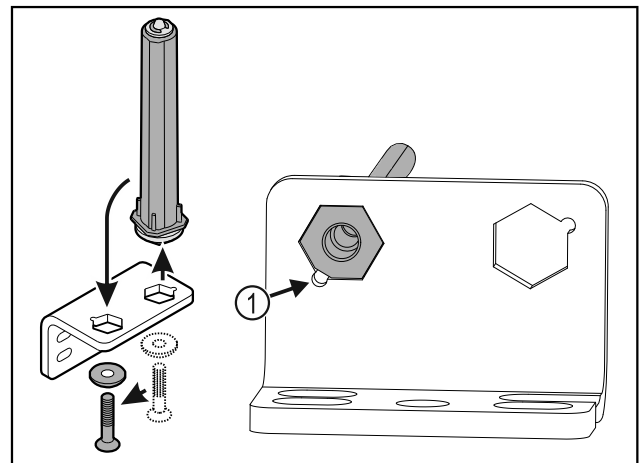

Fig. 31
- ▶ Let erop dat bij het plaatsen de boutafschuining Fig. 31 (1) naar het ronde gat wijst.